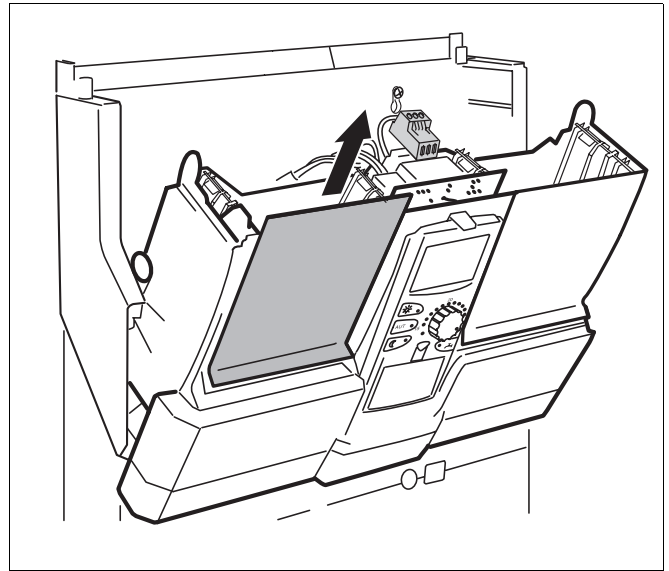

Abb. 5 Blindplatte entfernen
- Blindplatte an der gewünschten Position im Regelgerät entfernen (Abb. 5).